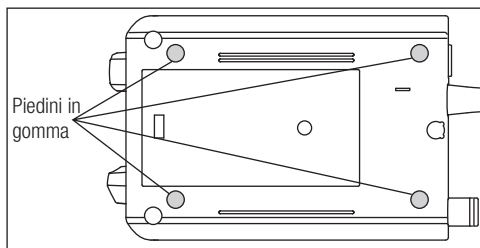

Fig.5
- 2) Inserire i piedini in gomma negli appositi spazi come indicato nella Fig.5.